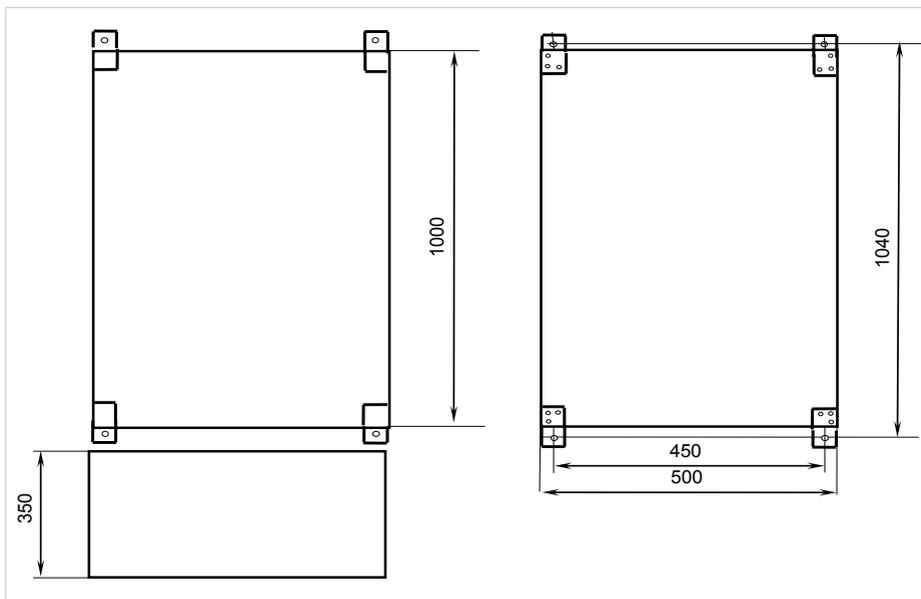

Рисунок 43. Внешний вид и габаритные размеры шкафа контрольно-пускового «ШКП-250»
1. Наметьте на стене места для четырех установочных отверстий в соответствии с габаритным чертежом (см. рис. 43).